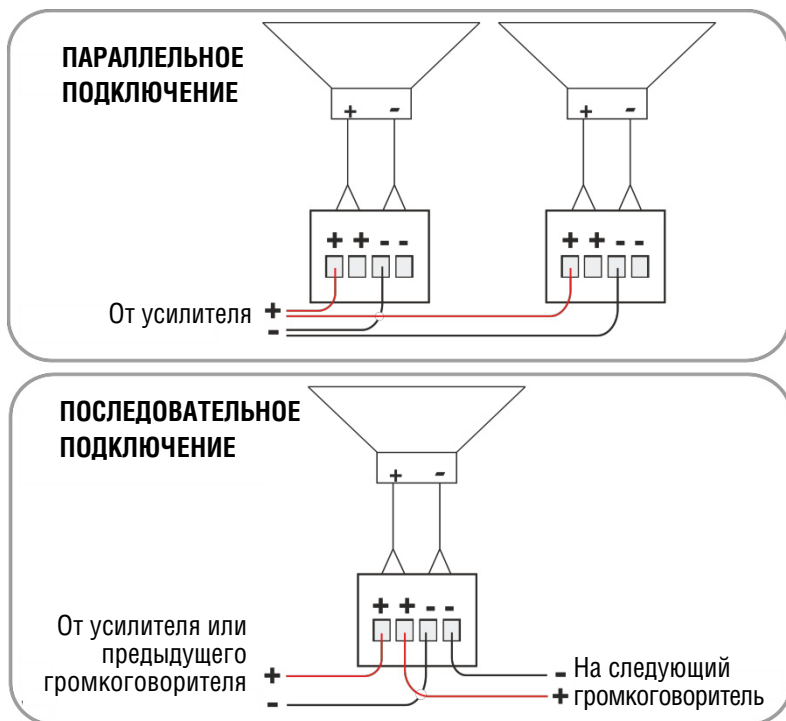

Рис. 3. Схема подключения потолочного громкоговорителя закрытого типа
На рис. 3 приведена электрическая схема подключения потолочного громкоговорителя закрытого типа:
- **Параллельное соединение:** усилитель подключается непосредственно к каждому из громкоговорителей. Если отсоединить один из входных соединителей, остальные громкоговорители останутся подключенными (см. рис. 3).
- **Последовательное соединение:** пара проводов (+ и -) от громкоговорителя подключается к клеммам + и – последующего громкоговорителя. При отключении одного из соединителей последующие громкоговорители будут отсоединены (см. рис. 3).